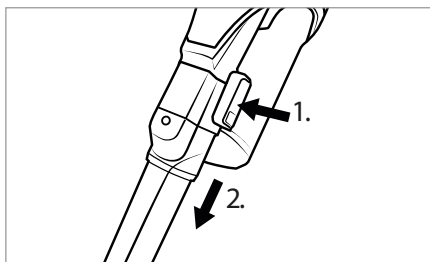

Fig. 15
- ♦ For at fjerne tilbehøret skal du trykke på oplåsningsknappen på tilbehøret og tage tilbehøret af sugerøret **23** eller af produktets sugeåbning (se fig. 15).